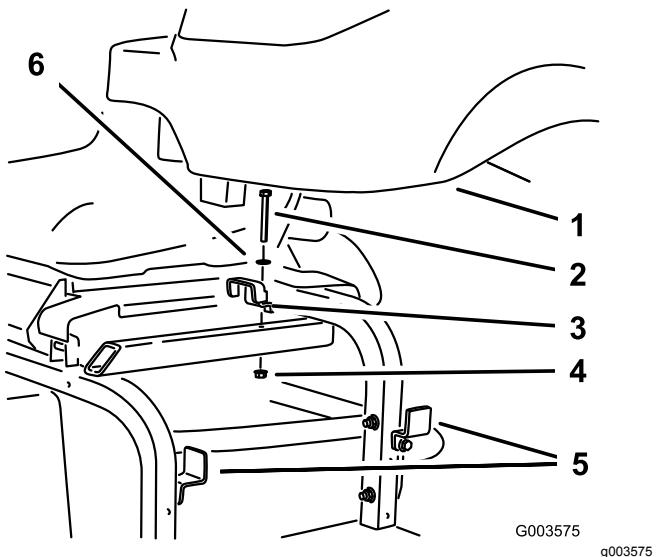

Figura 8
9. Retire o suporte superior do depósito hidráulico da estrutura da máquina e desaperte os dois suportes do lado da estrutura (Figura 8). Retire o depósito e guarde as ferragens.